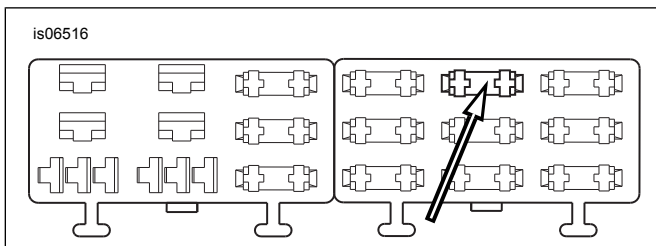

Figura 9. Cavidade do bloco de fusíveis "P&A IGN" (modelos Softtail anos 2004 a 2010)
4. Veja Figura 9. Localize a cavidade de fusíveis (1) indicada como "P&A IGN" na tampa do bloco de fusíveis do lado direito. Insira o terminal no fio adaptador laranja/branco até parar. Consulte um terminal próximo instalado na fábrica para comparar e para verificar a orientação e a profundidade corretas.